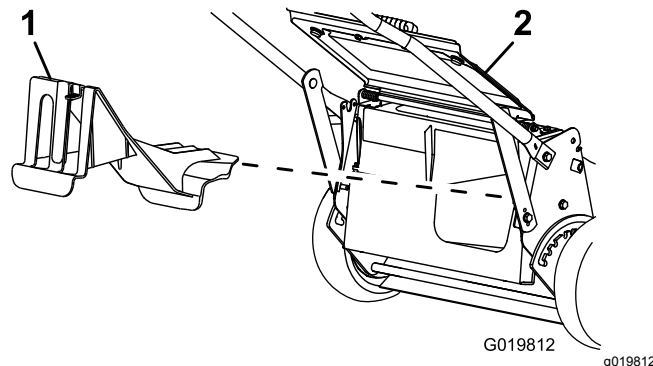

Bild 23
- Wenn die Heckauswurfklappe nicht eingesetzt ist, fassen Sie sie am Griff an, heben die Heckklappe an und setzen sie in den Heckauswurfkanal ein, bis der Riegel arretiert, siehe (Bild 23).
2. Drücken Sie zum Entfernen der Heckauswurfklappe den Riegel mit dem Daumen nach unten und ziehen die Klappe aus der Maschine (**Bild 23**).